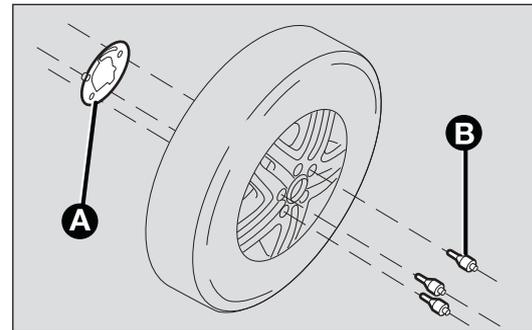

Abb. 163
- Am Leichtmetallrad die entsprechende Platte A – Abb. 163 montieren, indem man die mitgelieferten Schrauben B – Abb. 163 mit dem mitgelieferten Schlüssel anzieht;